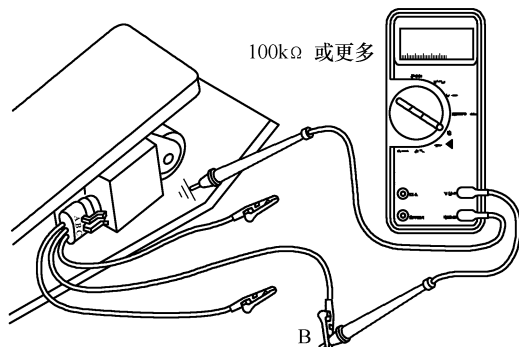

图 4-82 测量信号线插头(B)与接地间的电阻
② 测量该传感器信号线插头(B)与接地间的电阻,如图 4-82 所示,电阻也应大于 $100k\Omega$,显示开路。